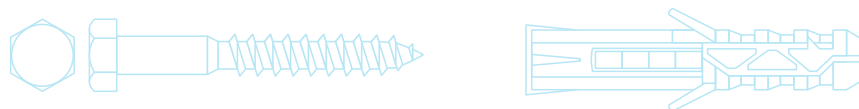

Рисунок 7.4.1 – Шуруп с шестигранной головкой «Глухарь» с дюбелем
- 4 Сверление производить сверлом диаметром 16 мм. В отверстия установить распорные дюбели диаметром 16 мм и длиной 80 – 120 мм (рис. 7.4.1).